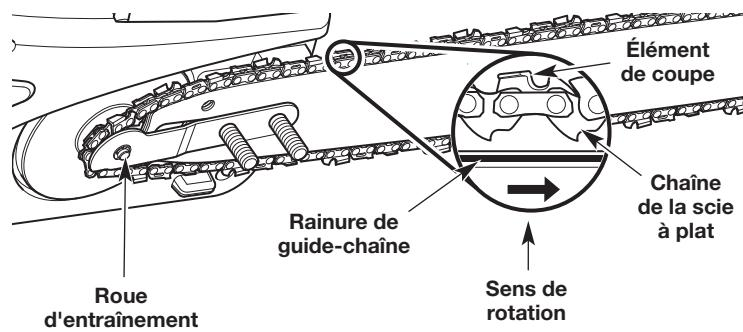

Fig. 29
5. Installer la chaîne de la scie autour du pignon d' entraînement et dans la gorge de la barre de guidage (Fig. 29). Assurez-vous que les méplats de la chaîne se trouvent dans les rainures sur le pignon d' entraînement. Assurez-vous que les couteaux pointent dans le bon sens de rotation (Fig. 29).